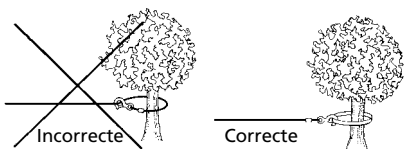

Figure 5
9. N'ATTACHEZ JAMAIS LE CÂBLE SUR LUI-MEME car ceci pourrait l'endommager. Utilisez une élingue en nylon (Fig.5)